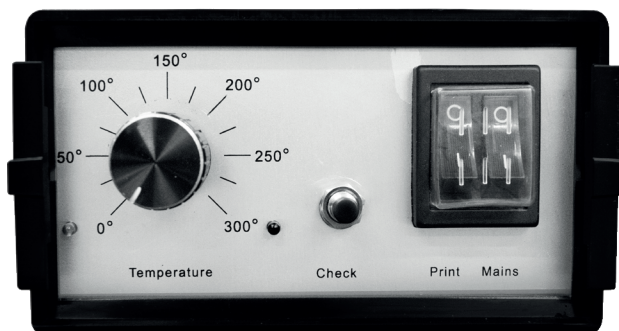

Figura 11
10. Pressione o interruptor *print* para ligar o datador (figura 11).
11. Pressione o interruptor *main* para ligar as resistências (figura 11).
12. Posicione o *knob* do controlador de temperatura entre 100°C e 150°C (figura 11).
13. Pressione o botão *check* para verificar se o processo de impressão está funcionando corretamente (figura 11).